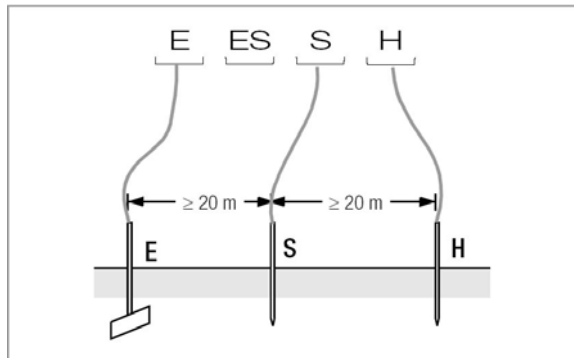

图2 用3-线制测量接地电阻的设置
- ⇨ 放置探针距离接地电极至少 20 米和辅助接地电极距离接地电极至少 40 米的位置（如图 2）；